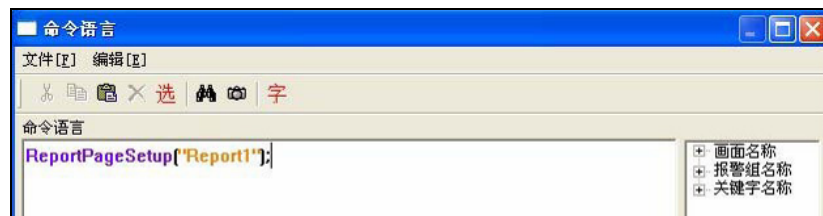

图 5-9 实时数据报表页面设置命令语言
(1) 在“实时数据报表画面”中添加一按钮，按钮文本为：实时数据报表页面设置。
(2) 在按钮的弹起事件中输入如下命令语言，如图 5-9 所示。